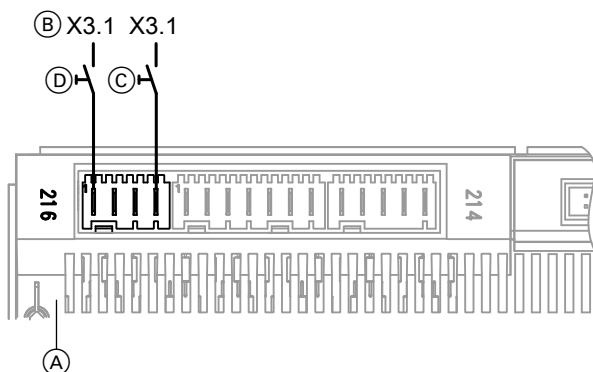

Abb. 36
- An der Wärmepumpenregelung gemäß Abb. 36